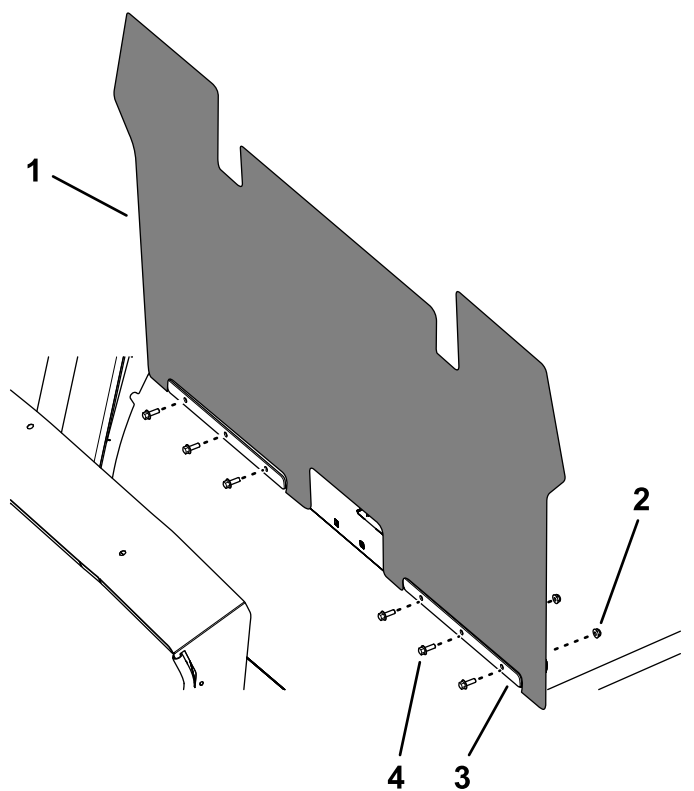

図 22
2. 内側フェンダとフェンダストラップを取り付ける六角ヘッドフランジボルト $\frac{1}{4} \times \frac{3}{4}$ "6本とフランジナット $\frac{1}{4}$ "6個を使って 図 22のように取り付ける。